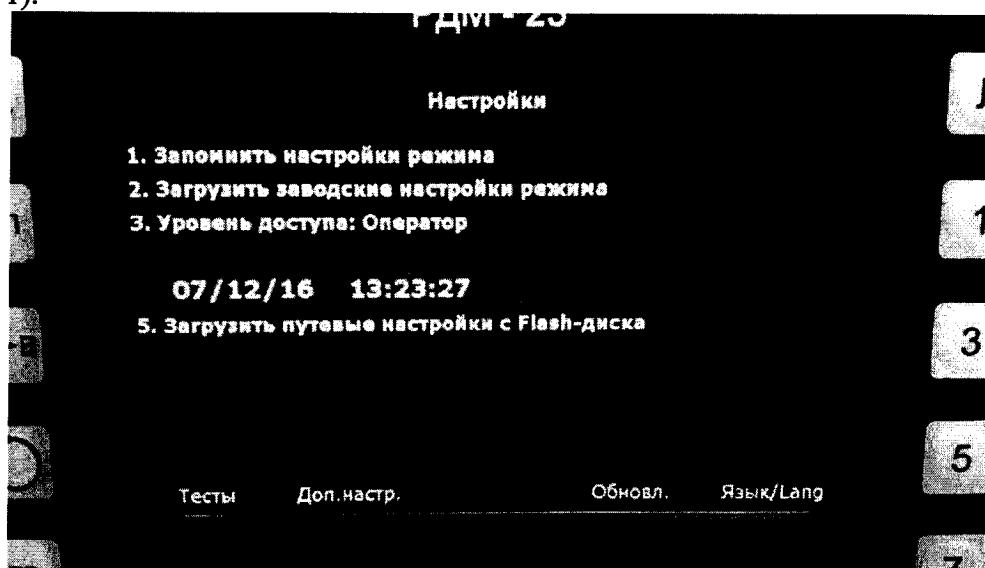

Рисунок 1.
- 8.2.3 В появившемся меню с помощью клавиши F1 выбрать вкладку Тесты (Рисунок 1).